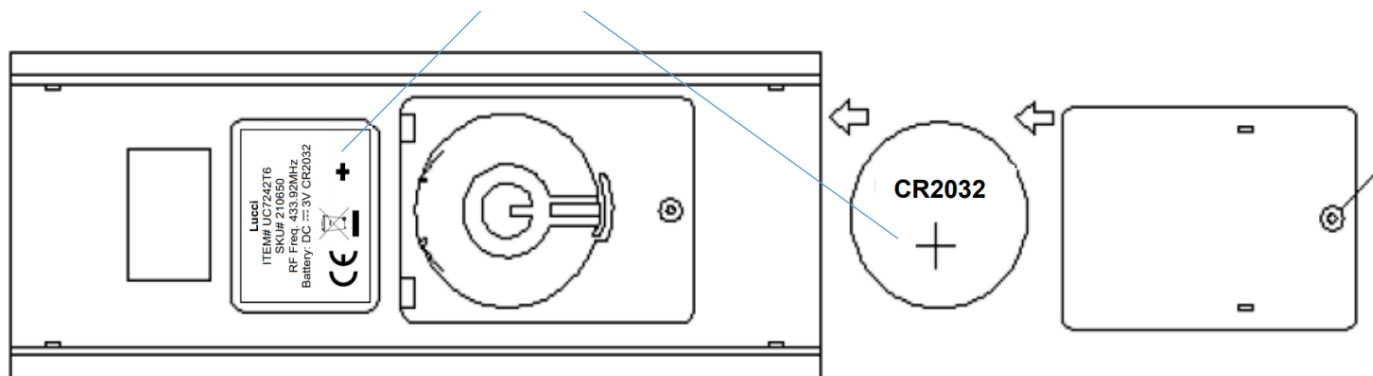

Fig. 11
INSTALLAZIONE DELLA BATTERIA (Fig. 11)
Inserire una batteria CR2032 da 3 V nel vano batteria del telecomando. Assicurarsi che la polarità della batteria sia corretta (Fig. 11).
- Inserire una batteria CR2032 da 3 V nel vano batteria del telecomando. Assicurarsi che la polarità della batteria sia corretta (Fig. 11).